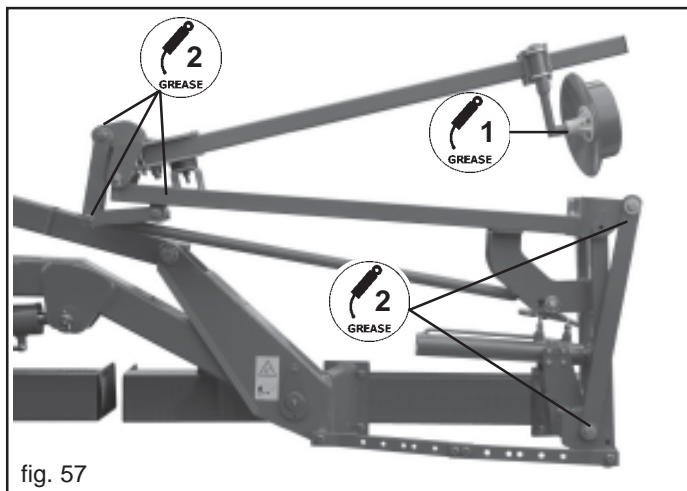

fig. 57
- Ingrassare il perno dei dischi segnafile (1 Fig. 57).
- Ingrassare il perno del braccio segnafile (2 Fig. 57).